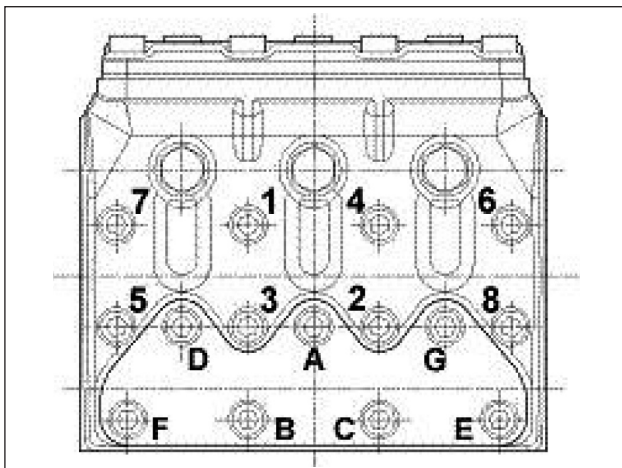

Abb. 24
** Die Befestigungsschrauben des Kopfs müssen mit einem Drehmomentschlüssel und durch Schmieren des Gewindefaßes gemäß der Reihenfolge in Abb. 24 festgezogen werden.
*** Die Befestigungsschrauben der Ventildeckel müssen mit einem Drehmomentschlüssel und durch Schmieren des Gewindefaßes gemäß der Reihenfolge in Abb. 24 festgezogen werden.